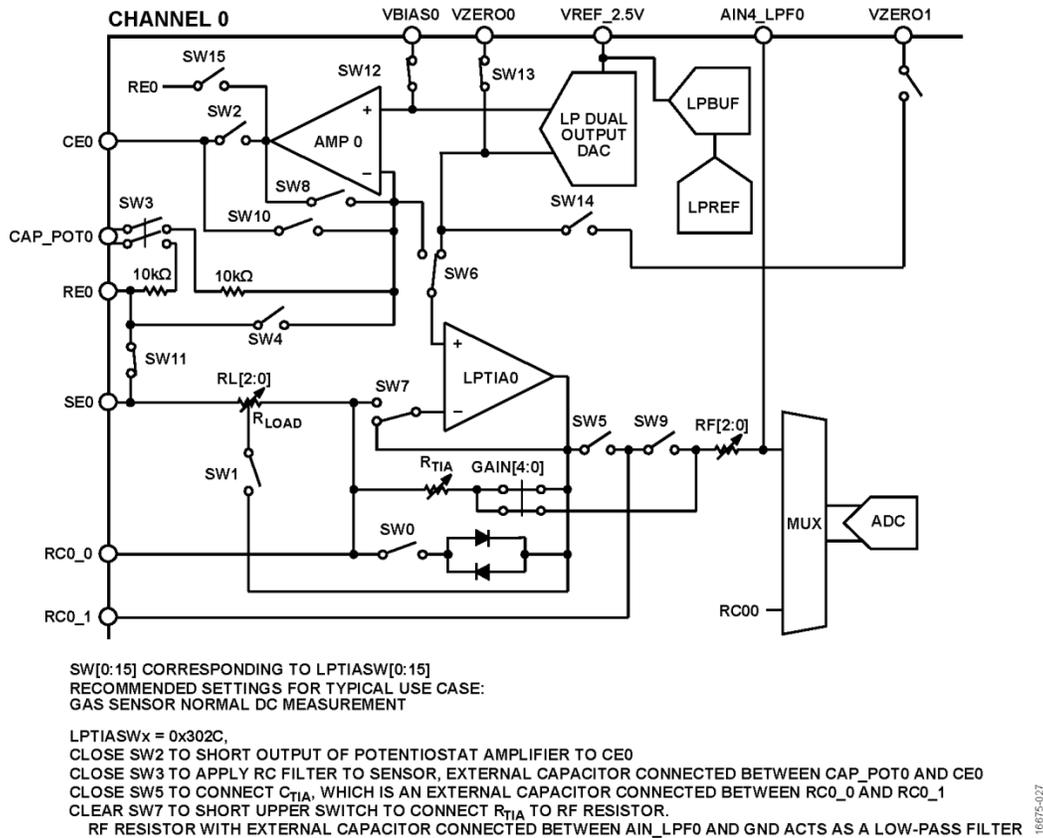

图38. 用于低功耗恒电势器放大器和低功耗TIA的开关，使用低功耗TIA
为了维持电化学传感器的偏置电压，低功耗恒电势器放大器和低功耗TIA的推荐模拟芯片配置为LPTIASWx = 0x302C。图38显示了如何使用此值配置低功耗恒电势器放大器中的开关。
- 有关这些设置如何影响低功耗恒电势器环路的详细信息，参见图38。